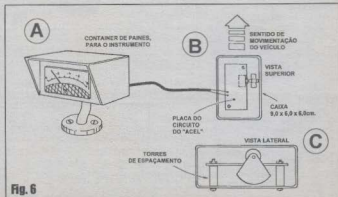

Fig. 6
- FIG. 6 - ACABAMENTO/DETALHES EXTERNOS E DE INSTALAÇÃO... - Conforme já foi sugerido, o galvanômetro (miliampérmetro) poderá ficar em *container* apropriado (em dimensões e formas...), independente, como em A... Esta caixa poderá ser dotada de pequeno pedestal e base (flange) de fixação, permitindo sua colocação sobre o painel do veículo... Para uso profissional, outro sistema de acomodação poderá ser imaginado pelo leitor/
Simplemente invertendo (em 180° segundo um eixo vertical, ou seja: colocando a frente para trás e a traseira para a frente...) a posição de fixação da caixa com a placa/pêndulo no interior do veículo (rever FIG. 6-B), será possível obter precisas medições (sempre em g...) de **DESACELERAÇÃO** ou **frenagem**! Nesse caso, os testes envolvem levar o carro à máxima velocidade possível (sempre em pista reta, plana e livre...) e breicar o veículo, avaliando a indicação máxima feita pelo ponteiro do **ACEL**... A medição dará, rigorosamente em g, o **tamanho** da desaceleração (quanto maior o número obtido, mais eficiente o sistema de frenagem do veículo).
meio para o máximo, e mesmo assim os sons gerados são semelhantes a um receptor fora de sintonia... A propósito, usei na alimentação a fonte opcional cujo esquema foi mostrado na FIG. 6 - pág. 17 - APE 62...Gostaria de receber informações para melhorar o desempenho do circuito... - André Luiz V. Ferreira - Rio de Janeiro - RJ.